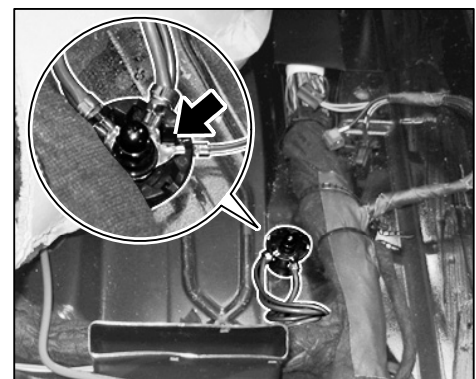

Bild 20
- 6.2 Kabelschuh an Masseleitungen BN; 0,5² crimpen und am Massebolzen (MB26) unter dem Sitz ⇒ Bild 20 -Pfeil- befestigen.